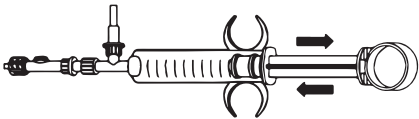

Figur 1. Opstilling af closed loop-system
- Forbind huset til injektionsmiddelsensoren og Critikit™ enheden til det fyldte CVP-lumen på PA-kateteret (se figur 1). Fastgør injektionsmiddelsystemet for at sikre minimal bevægelse i tilslutningerne.
19. Forbind inline-sensorkablet (model SP4045 eller et andet kompatibelt kabel) til injektionsmediumsensorkappen ved at skubbe fjedersamlingen ind i kappen og spænde den fast (se figur 1).